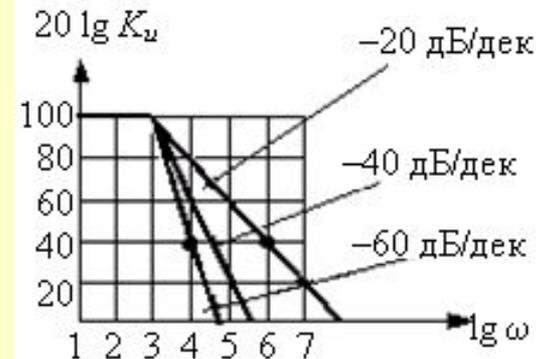

Рис. 8.2
- На рис. 8.2. изображены амплитудно-частотные характеристики фильтра низких частот (ФНЧ) в логарифмическом масштабе при разных скоростях спада.